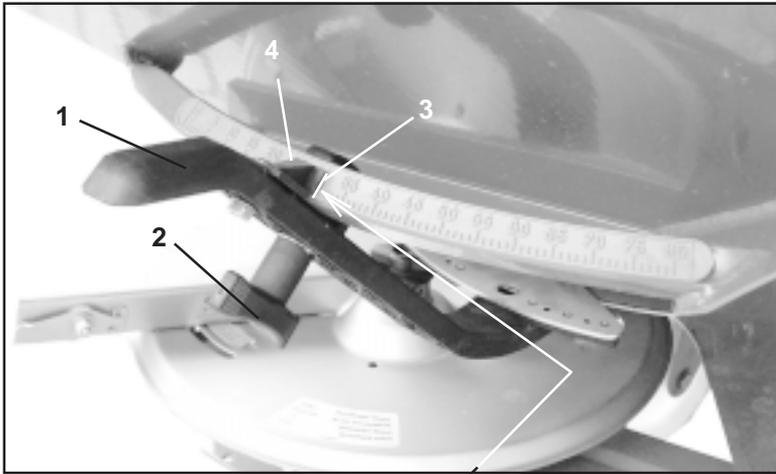

Рис. 7.5
Для регулировки нормы внесения в нужное положение устанавливаются шибберные заслонки при помощи обоих рычагов (Рис. 7.5/1). Соответствующее **необходимое положение шибберной заслонки** определите либо по **таблице распределения** (Гл. 7.2.1), либо при помощи **счетного диска** (Гл. 7.2.3).
- Открутите барашковую гайку (Рис. 7.5/2).
- Совместите указатель установочного рычага (Рис. 7.5/4) с делением шкалы (Рис. 7.5/3) в соответствии с положением шибберной заслонки, полученному по таблице распределения или счетному диску.